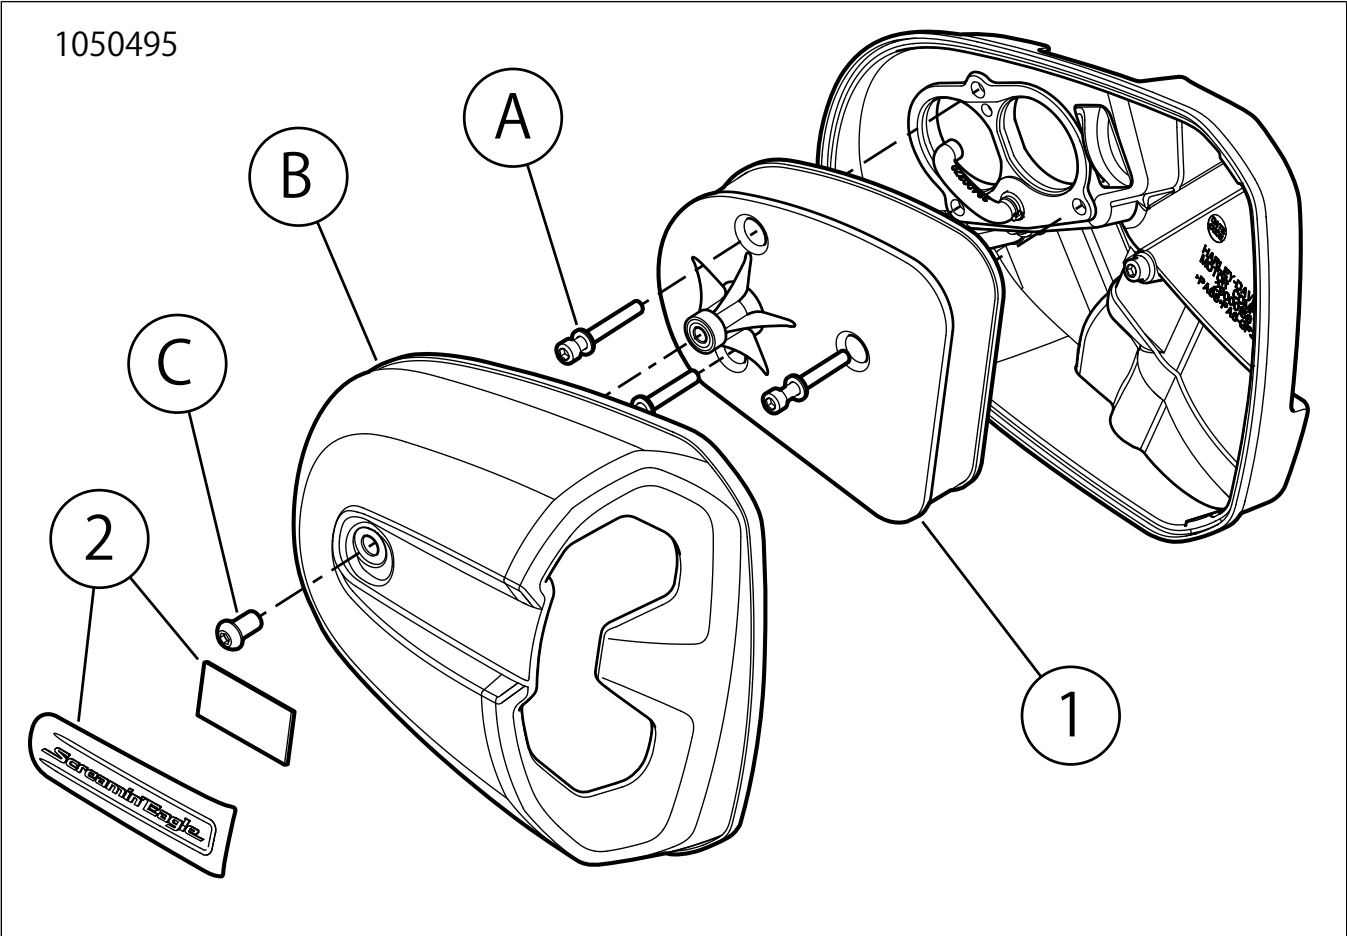

図1。交換用パーツ:Screamin' Eagleハイフローエアクリナー-MilwaukeeEight™
次を参照してください。図1を参照してください。および表1を参照してください。
2. 次を参照してください。図1を参照してください。および表1を参照してください。エアクリナーカバーとフィルターを取り外す。
1. 次を参照してください。図1を参照してください。エアフィルターエレメント(1)を、スクリューでエアクリナーのバックプレートに固定します。締め付ける。